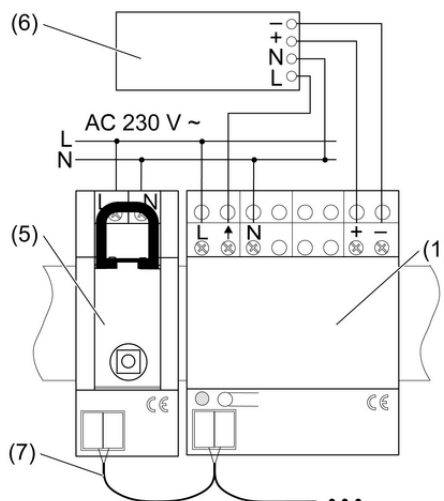

Figura 2
- Montare l'unità di controllo (1) su guida.
- Collegare l'unità di controllo e il dispositivo di azionamento lampade (6) come da schema di collegamento (figura 2).
- Collegare l'unità di controllo in corrispondenza del morsetto (4) tramite un cavo bus (7) al ricevitore radio REG (5) e/o ad altri attuatori radio.